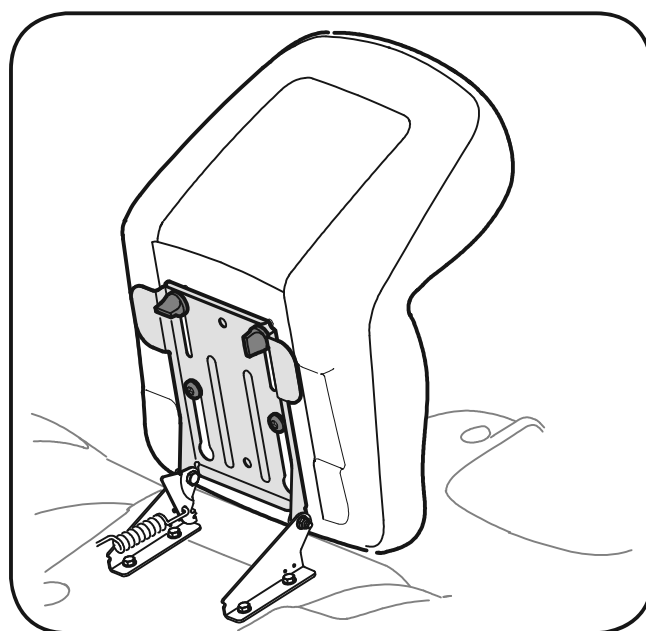

Figura 3-7
do suporte. Ver figura 3-7.
3. Ajuste a posição mais adequada, fixe com os dois parafusos borboleta que foram retirados do banco. Ver figura 3-7.